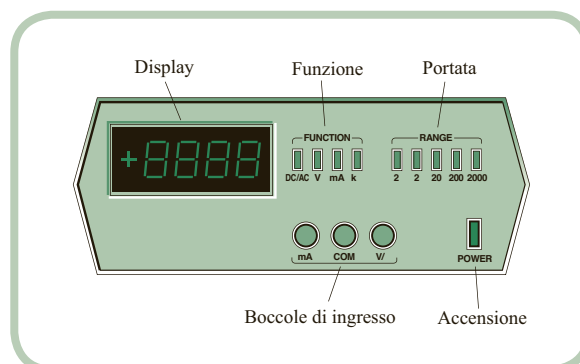

fig. S4
In fig. S4 è illustrato il pannello frontale di un MMD da banco. Si nota una serie di tasti che consentono di selezionare il *funzionamento* come V-metro, mA-metro, e Ω -metro e di predisporre il MMD per lavorare con segnali continui (DC) e alternati (AC). Una seconda serie di tasti consente di scegliere la *portata* (range). Anche i multimetri portatili presentano selettori, a tasti o rotativi, per la scelta della funzione e della portata.